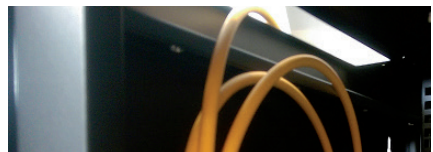

imagen 1 / figure 1
Introduzca la manguera de fibra óptica en el Rack (por la parte superior o inferior) y deje siempre un excedente de fibra (bobinado) tras la bandeja de FO (imagen 1), permitiendo así extraer la bandeja de FO.
*Insert the fiber optic cable in the Rack (at the top or bottom) and always leave a surplus of fiber (winding) after the tray FO (figure 1), allowing for removal of the FO tray.*